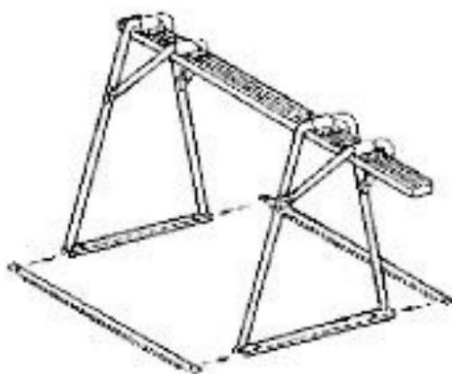

FIG. 5 — Montage de la poutre de roulement
- 3) Tournez le chevalet pour le placer en position de travail et ajoutez les deux barres inférieures de liaison ; fixez-les avec les quatre boulons à écrou (voir FIG. 5).